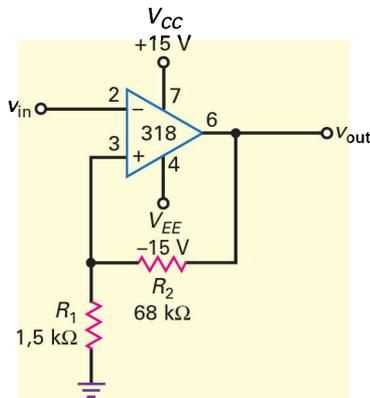

Figure 20.49
- 20.13** Si $V_{\text{sat}} = 13,5 \text{ V}$ sur la figure 20.49, quels sont les points de déclenchement et l'hystérésis ?
- 20.43** Dans la figure 20.49, les résistances ont une tolérance de $\pm 5 \%$. Que vaut l'hystérésis minimale ?